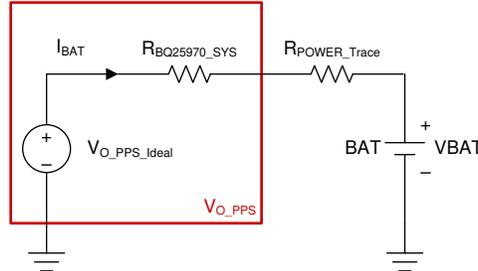

图 1-3. V_{O_PPS} 等效电路
| 图 1-3. V_{O_PPS} 等效电路..... | 4 |
要使用可编程电源 (PPS) 协议 (如电力输送 (PD) 协议) 设计充电器, 请使用略高于 (如 ΔV) 计算电压 2 倍的输出电压, 如 方程式 7 所示, ($V_{BAT} + 0.5 \times \Delta V_{BQ25970_SYS}$)。BQ25970 器件没有 V_O 反馈环路, 因此是一种开环电源。由于其输出电压无法保持在固定值 (对于具有反馈控制环路的电源转换器, 无论负载电流是否发生变化, 控制环路始终将输出保持为固定值, 这意味着电源转换器为理想电源或其内部电阻可视为 0), 因此 BQ25970 器件应视为具有非零内部电阻的电源。如 图 1-3 所示, 它是 BQ25970 输出的等效 V_{O_PPS} 电路, 可视为具有内部电阻的理想电源: 内部电阻为 $R_{BQ25970_SYS}$, $V_{O_PPS_Ideal}$ 电压等于根据 PPS 协议预设的 PPS 的 V_{O_PPS} , 忽略 BQ25970 和 PCB 布线上的所有阻抗。